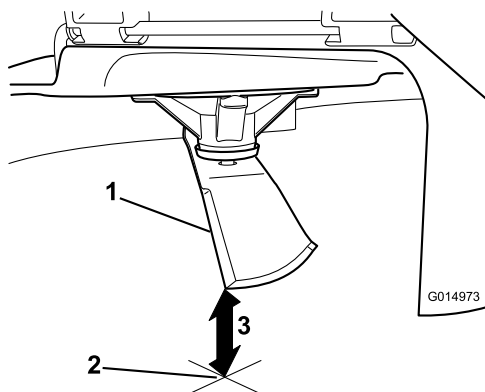

Figura 53
5. Misurate dalla punta della lama alla superficie piana (Figura 53).